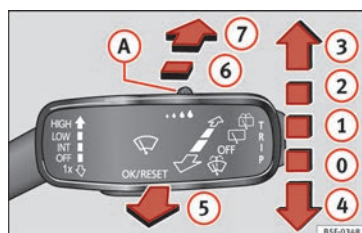

Fig. 39 Manejo del limpiaparabrisas y limpialuneta.
| ① | INT | Barrido a intervalos para el limpiaparabrisas. Con el mando » fig. 39 A ajuste los niveles de intervalo (en vehículos sin sensor de lluvia), o bien la sensibilidad del sensor de lluvia. |